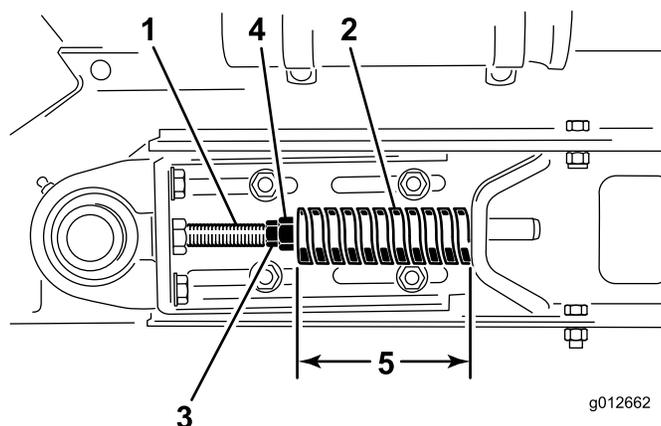

Рисунок 17
1. Ослабьте зажимные гайки и отрегулируйте гайки натяжной тяги для получения необходимого натяжения (Рисунок 17).